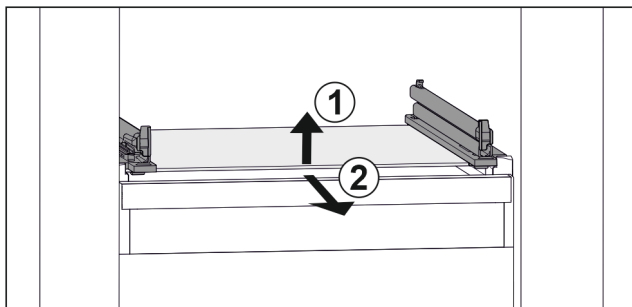

Fig. 46 Simbolična slika steklene plošče
- ▶ Steklenu ploščo dvignite v smeri naprej. Fig. 46 (1)
- ▶ Steklenu ploščo odstranite v smeri naprej. Fig. 46 (2)